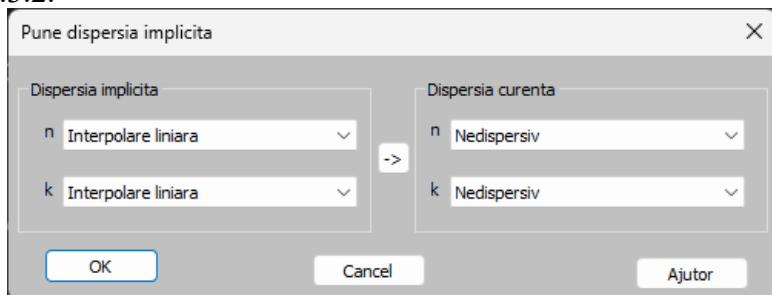

Fig. 3.1.1.3.2
- **Pune dispersia implicita ...** - prin aceasta comanda se creaza fereastra din Fig. 3.1.1.3.2.